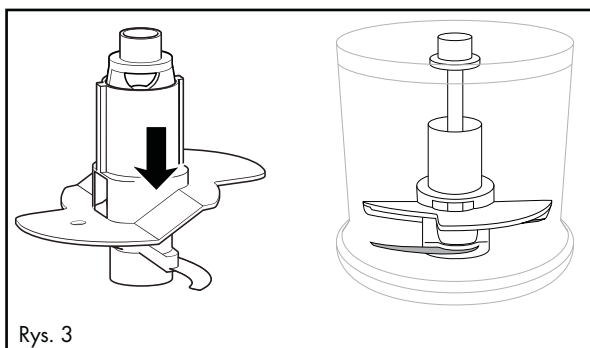

Rys. 1
- Na 100 ml śmietany należy ją założyć na uchwyt noża **5** tak, aby nasadka mieszająca **10** przylegała do obu noży **7** i się na nich zablokowała (rys. 1):